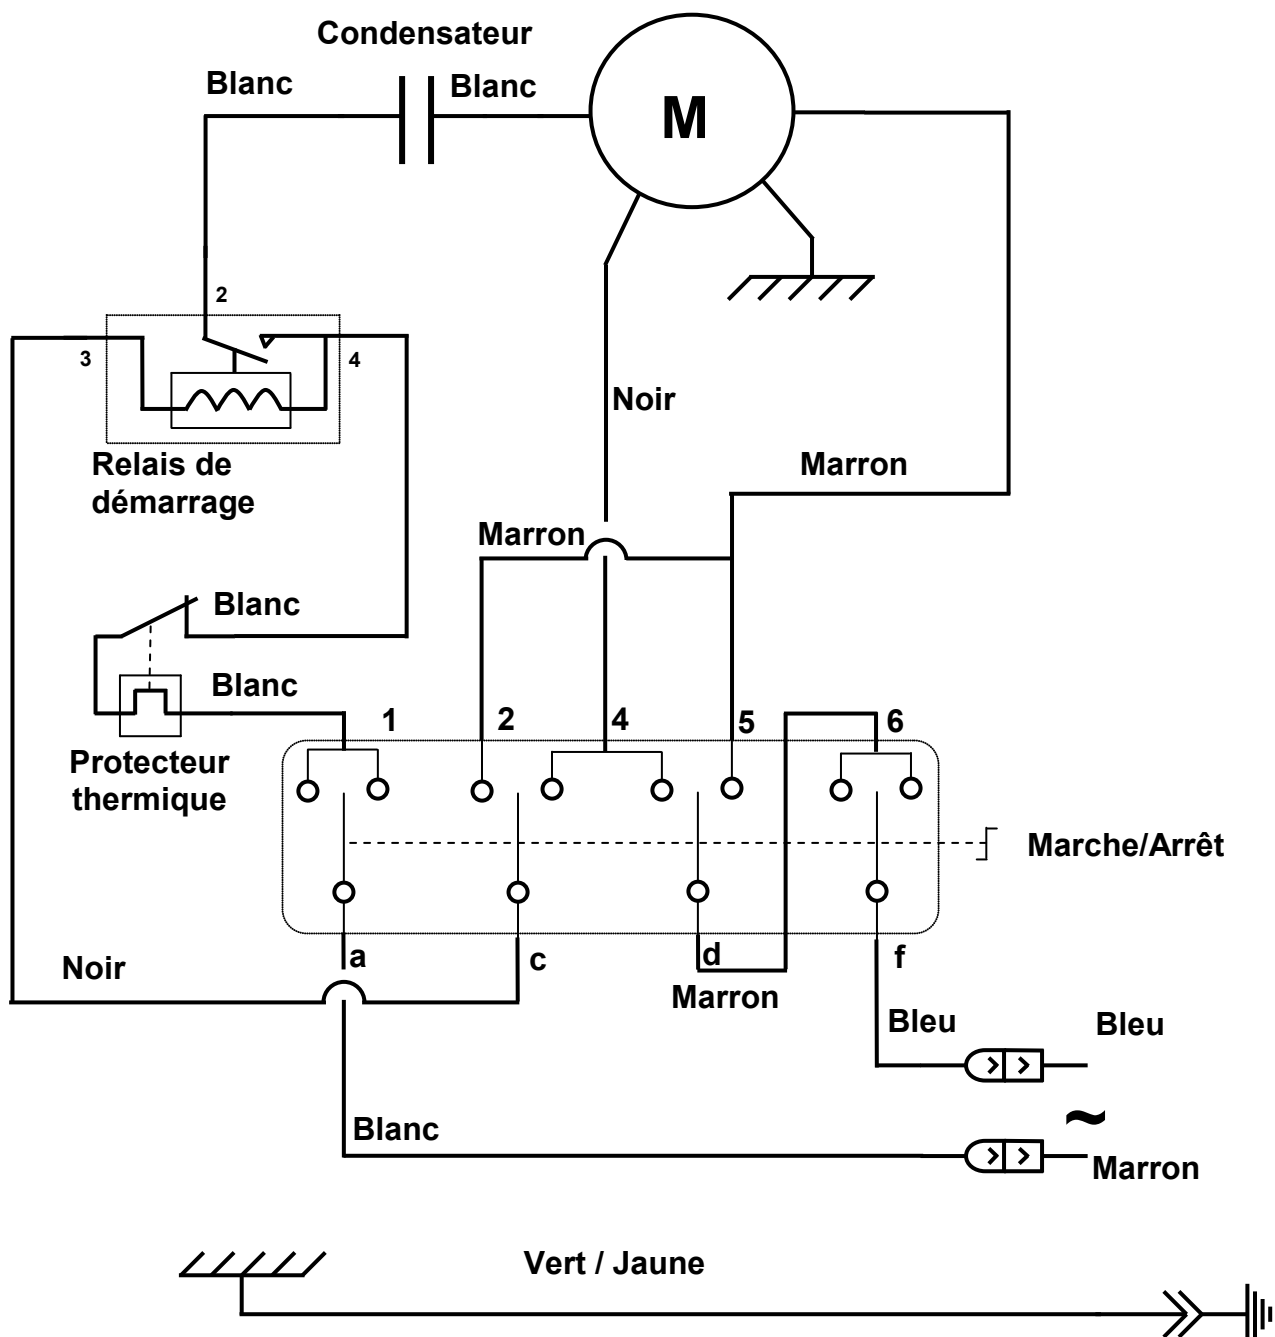

Figure 1
1. soit en tournant l'interrupteur commutateur (14) sur la position « 0 »
2. soit en débranchant la prise du cordon secteur (12). (Fig. 1).
Dans tous les cas, arrêter l'appareil et débrancher le cordon d'alimentation de l'appareil (12). (Fig. 1).